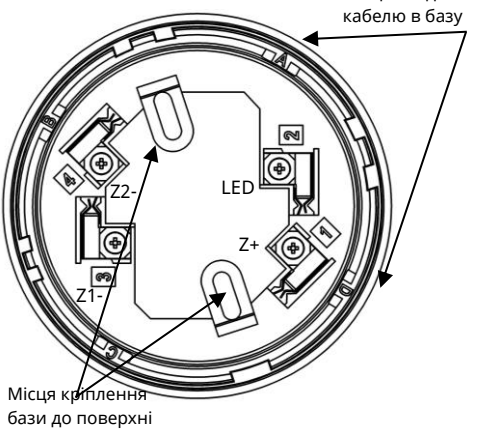
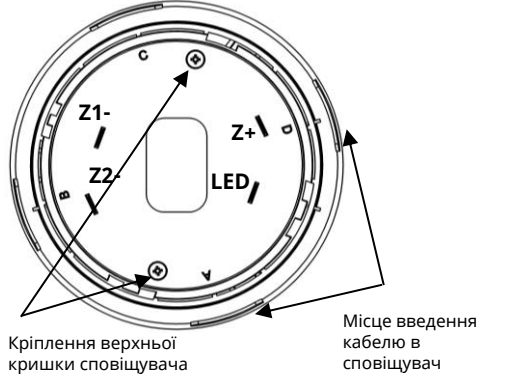

Рисунок 3.1 – Розташування клем на базі сповіщувача
Рисунок 4.1 – Вигляд сповіщувача з боку контактів
- 2) викрутити 2 шурупи з боку контактів на корпусі сповіщувача (Рис. 3.1) і, утримуючи викруткою фіксатор термістора, зняти верхню кришку, зняти фіксатор термістора;
2) встановити базу на рівні поверхні, прикріпити шурупами або гвинтами згідно з Рис.3.1, після затягування яких база не повинна бути деформована;
3) закріпити дроти ШС в гвинтових клемах бази відповідно до Рис. 4.1 і таблиці 3.1. В базі сповіщувача чотири клеми;
4.6 Для випадків, коли кабель всередину бази заводять збоку, в самій базі та в кришці сповіщувача передбачені вікна, за потреби в яких вирізають отвори. Ці вікна промарковані літерами «**A**», «**B**», «**C**», «**D**» (Рис. 3.1, Рис. 4.1).